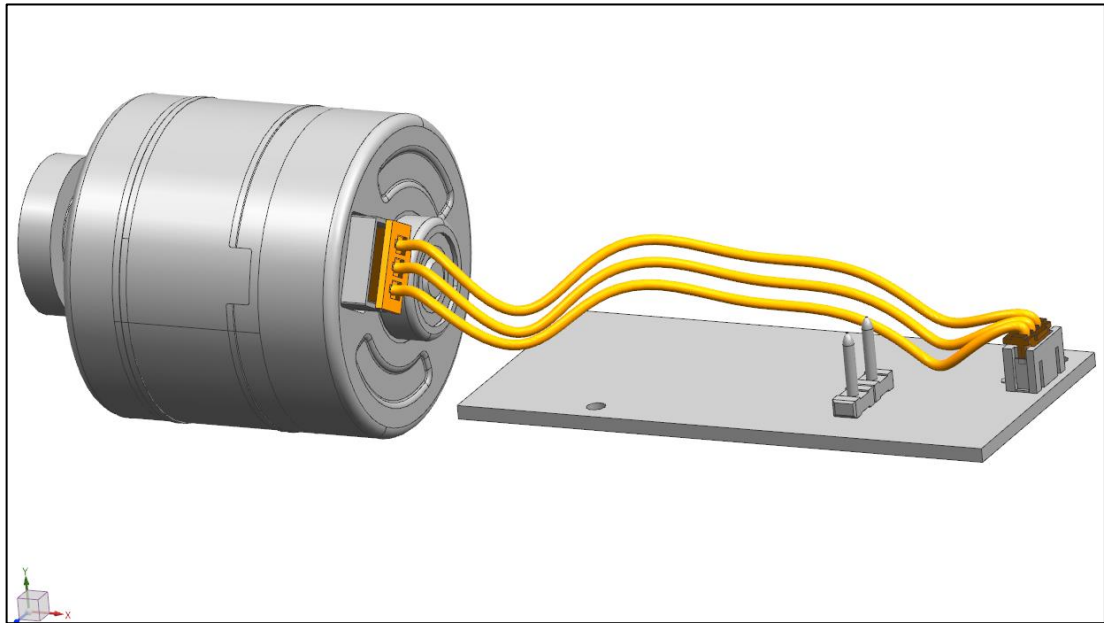

Abb. 32
- a) Stecken Sie das Verbindungskabel mit dem größeren Stecker in die Buchse des Motors und den kleineren in die Buchse der Platine (Abb. 32).